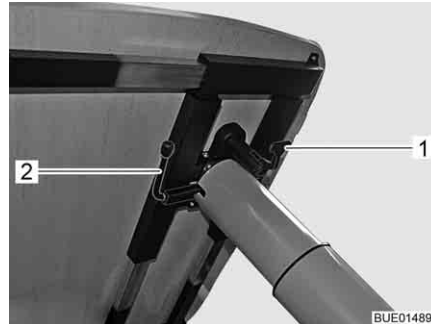

Fig. 98 Ajuste de la mesa elevadora
- Plegar hacia abajo la palanca de bloqueo (Fig. 98,1).
- Girar la palanca (Fig. 98,2) debajo del tablero de la mesa 180° en sentido de las agujas del reloj. El mecanismo de elevación en la pata de mesa se desbloquea.
- Girar la palanca (Fig. 98,2) debajo del tablero de la mesa 180° en sentido de las agujas del reloj. El tablero de la mesa se desplaza automáticamente hacia arriba hasta el tope final.